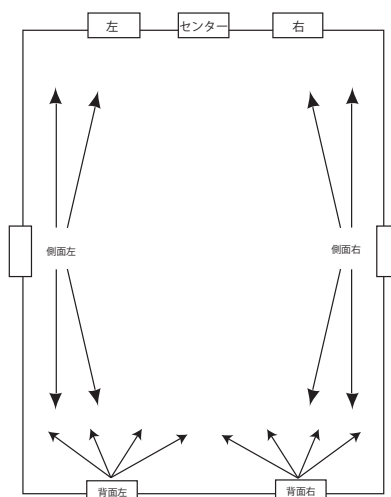

図8
7.1-チャンネルシステムは、5.1-チャンネルシステムに2つの背面スピーカーが追加されたものです。追加された2つのスピーカーは、背面壁にまたは天井の後壁の近くに取り付けられます (図8)。